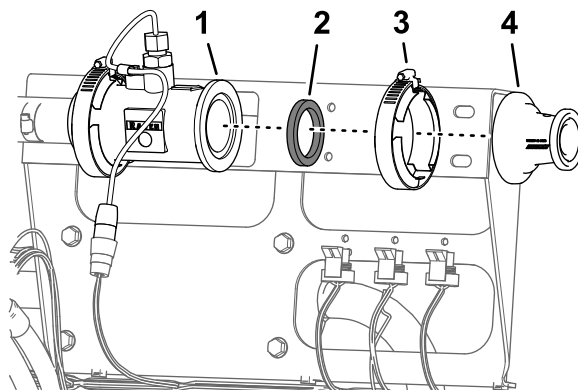

Figure 71
- Retirez le collier bride (51 mm), assorti du joint (38 mm), qui fixe bride de l'adaptateur à la bride du débitmètre (Figure 71).